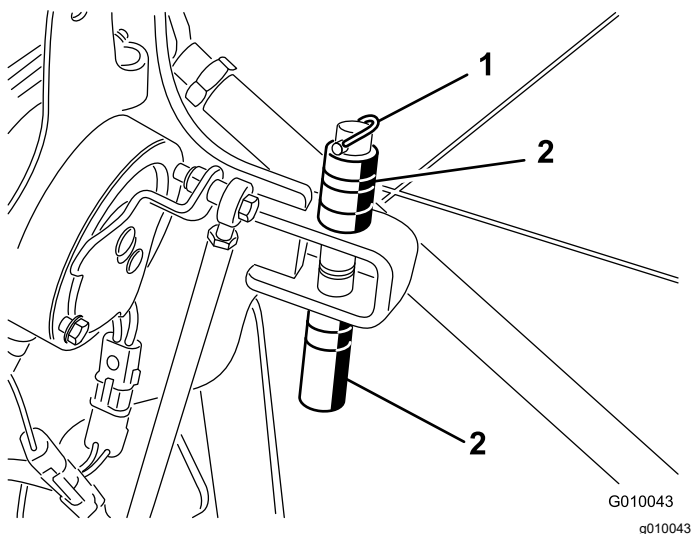

Figure 20
- Retirez la goupille à anneau qui retient les entretoises et les goupilles de profondeur (Figure 20).